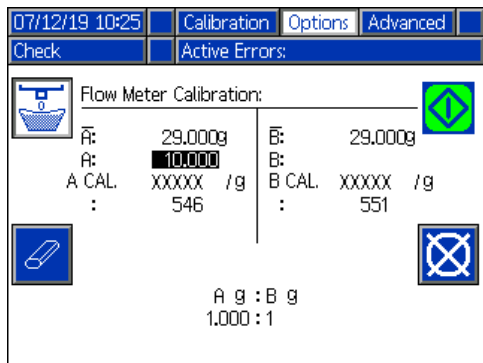

図 35: 正味重量の入力
16. ディスペンス終了時に、A 側の材料の質量を測定し、画面左に設けたフィールドに正味重量 (グラム単位) を入力します。図 35 を参照してください。
18. 変動比率マシンを較正し、かつディスペンスからの比率が目的の量 (図 35 に示すように、画面下部に表示される) ではない場合、それに応じてメカニカル比率調節を変更します。